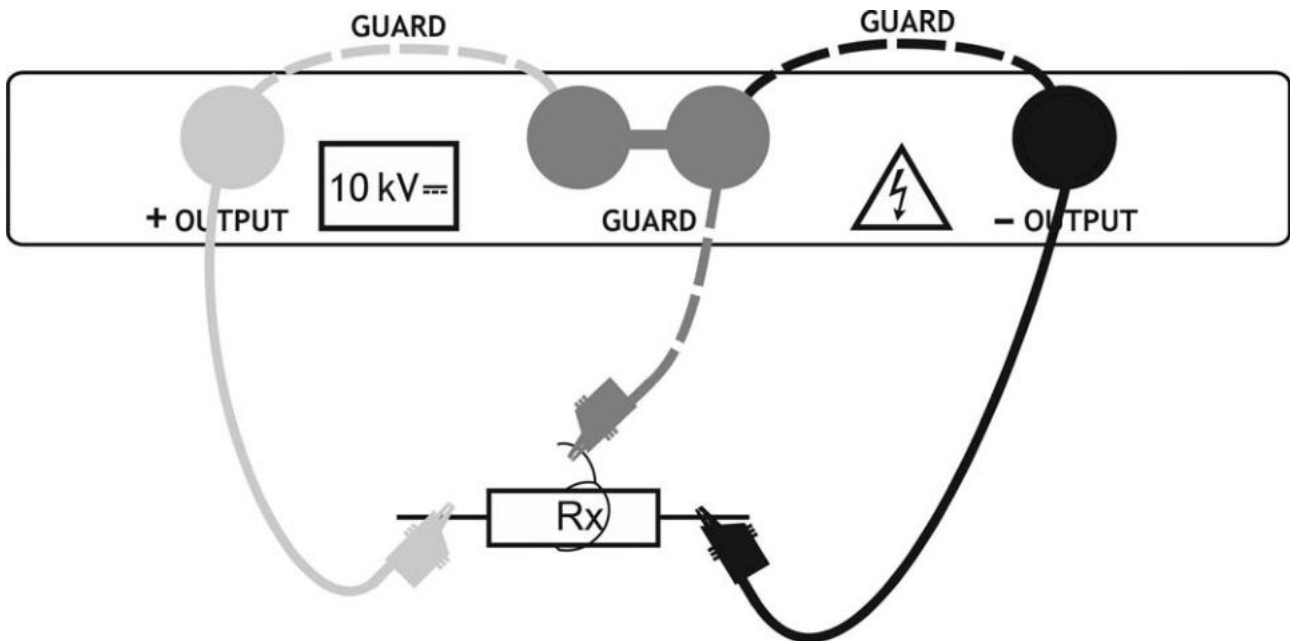

Fig. 33: Collegamento dello strumento per test diagnostici
3. Collegare l'innesto rosso del Terminale 1 o del Terminale 2 (vedere § 4.2) all'ingresso **+OUTPUT** e l'innesto del cavo nero del Terminale 2 (vedere § 4.2) all'ingresso **-OUTPUT**. In caso di utilizzo del terminale di GUARDIA (vedere § 6.2) collegare anche i cavi verdi dei terminali ai morsetti di ingresso “GUARD” (veder Fig. 33)
4. Collegare il puntale del Terminale 1 o del Terminale 2 (positivo) e il cavo nero dei Terminali 2 (negativo) all'oggetto in prova (vedere Fig. 33)